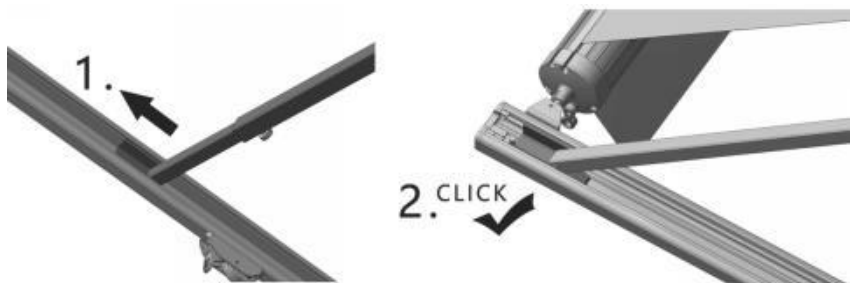

Figura D5
4.1.4 Spingere l'asta interna lungo l'asta di supporto, farla scorrere e agganciarla alla fibbia situata sulla testa del braccio di supporto (Figura D5), quindi serrare la manopola di bloccaggio nera per fissare l'asta interna.